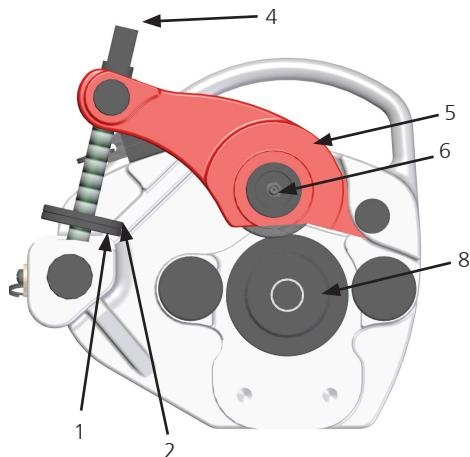

Figura 2
- Numa bancada de trabalho ou no chão, rode a porca de bloqueio (consulte a figura 2, n.º 2) e a porca reguladora (consulte a figura 2, n.º 1) no sentido anti-horário.
- Rode o parafuso guia (consulte a figura 2, n.º 4) no sentido anti-horário para "levantar" o rolo superior do parafuso do torno (consulte a figura 2, n.º 5).